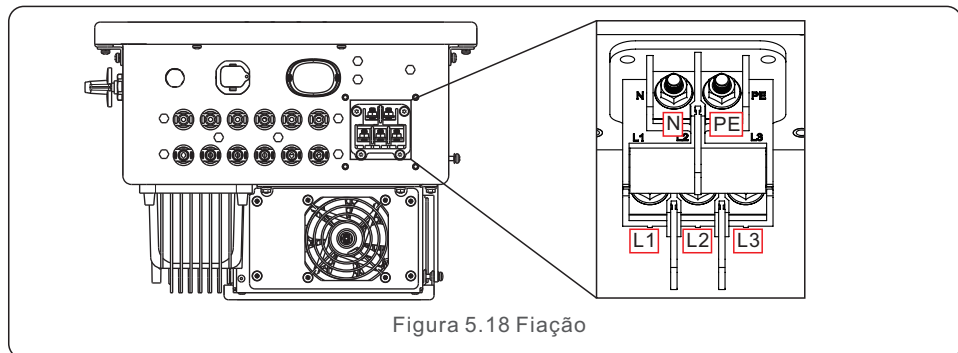

Figura 5.18 Fiação
5. Insira o cabo através da porca, da bainha e da tampa do terminal CA. Conecte o cabo ao bloco de terminais CA usando uma chave de soquete. Aperte os parafusos do bloco terminal com um torque de 3~4Nm (conforme mostrado na Figura 5.18).